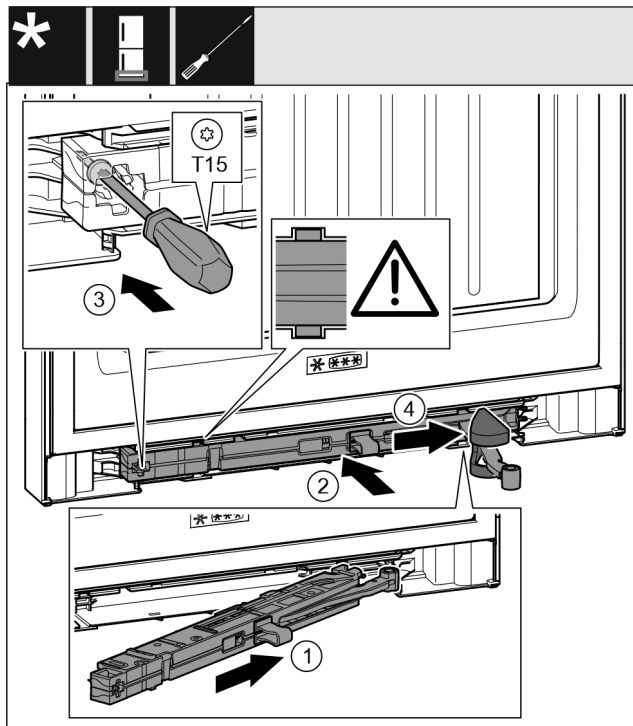

Fig. 48
- ▶ 将托架侧面的关门阻尼单元 Fig. 48 (1) 倾斜插入凹槽直至止挡装置。
- ▶ 将关门阻尼单元 Fig. 48 (2) 完全地推入凹槽。
- ▶ 用螺丝刀拧紧螺钉 Fig. 48 (3)。
- ▶ 将盖板 Fig. 48 (4) 推到铰链上方。